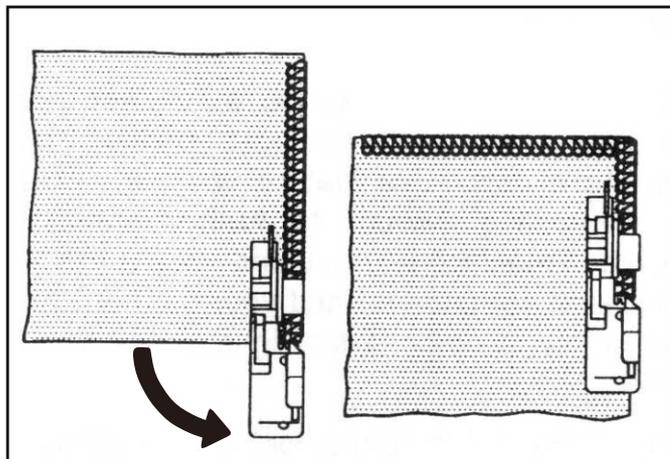
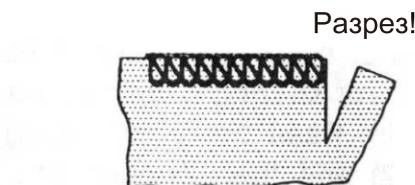

Рис.1
Рис.2
4. Когда ткань закончится, продолжайте шить на медленной скорости, чтобы закрепить шов: слегка тяните ткань назад и влево для сцепления нитей в "цепочку" (рис.2) .
Ширина строчки осуществляется с помощью регулятора ширины отреза в диапазоне от 4 до 7 мм. Заводская установка ширины отреза - 6мм. Установите значение "5" если край ткани сворачивается во время работы (рис.1) Установите значение "7" если петли выступают за край ткани. (рис.2)
3. Поверните ткань, опустите лапку и начинайте обмётывать другую сторону ткани (см. рис. 1).
Примечание: Если Вы одновременно производите обмётку и обрезку края материала, надрежьте ткань вдоль новой линии строчки приблизительно на 3 см, перед тем как повернуть ткань (см. рис. 2).
1. Установите катушку с вкладным шнуром (в качестве шнура можно использовать тамбурную нить, каркасную нить, шерстяную или трикотажную нить, эластичную нить) позади подставки с катушкодержателями. Проведите вкладной шнур через направители для шнура (1) и (2), а затем через направитель нити левой иглы (3) (см. рис. 1).
2. Проведите шнур через ближнее или дальнее отверстия в лапке (в зависимости от операции, см. рис. 2 и 3) и заведите его назад под лапку.
пропустите шнур через ближнее отверстие, убедившись, что он проходит между левой и правой игельными нитками (рис. 2).